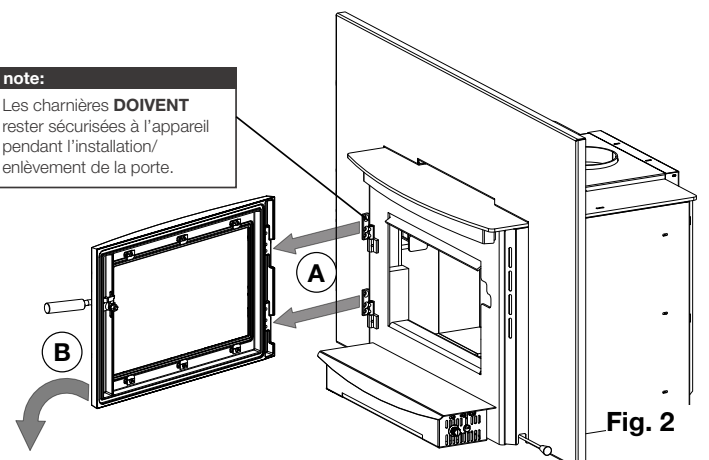

Fig. 2
2. Remove the door, placing it face down on a soft, non-abrasive surface (**Fig. 2**). Be careful not to scratch the paint.
2. Retirez la porte, en la-plaçant face vers le bas sur une surface doux et non-abrasive (**Fig. 2**). Faites attention de ne grattez pas le peinture.